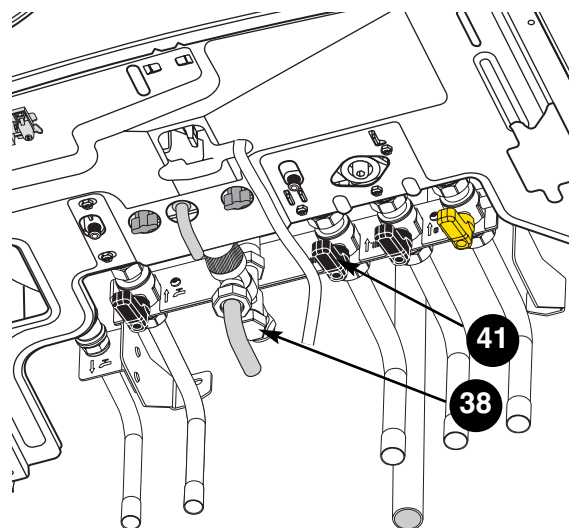

Fig. 25
- actionner la vanne d'évacuation de la soupape ballon **38** (fig. 25). L'eau s'écoule par l'orifice de vidange.